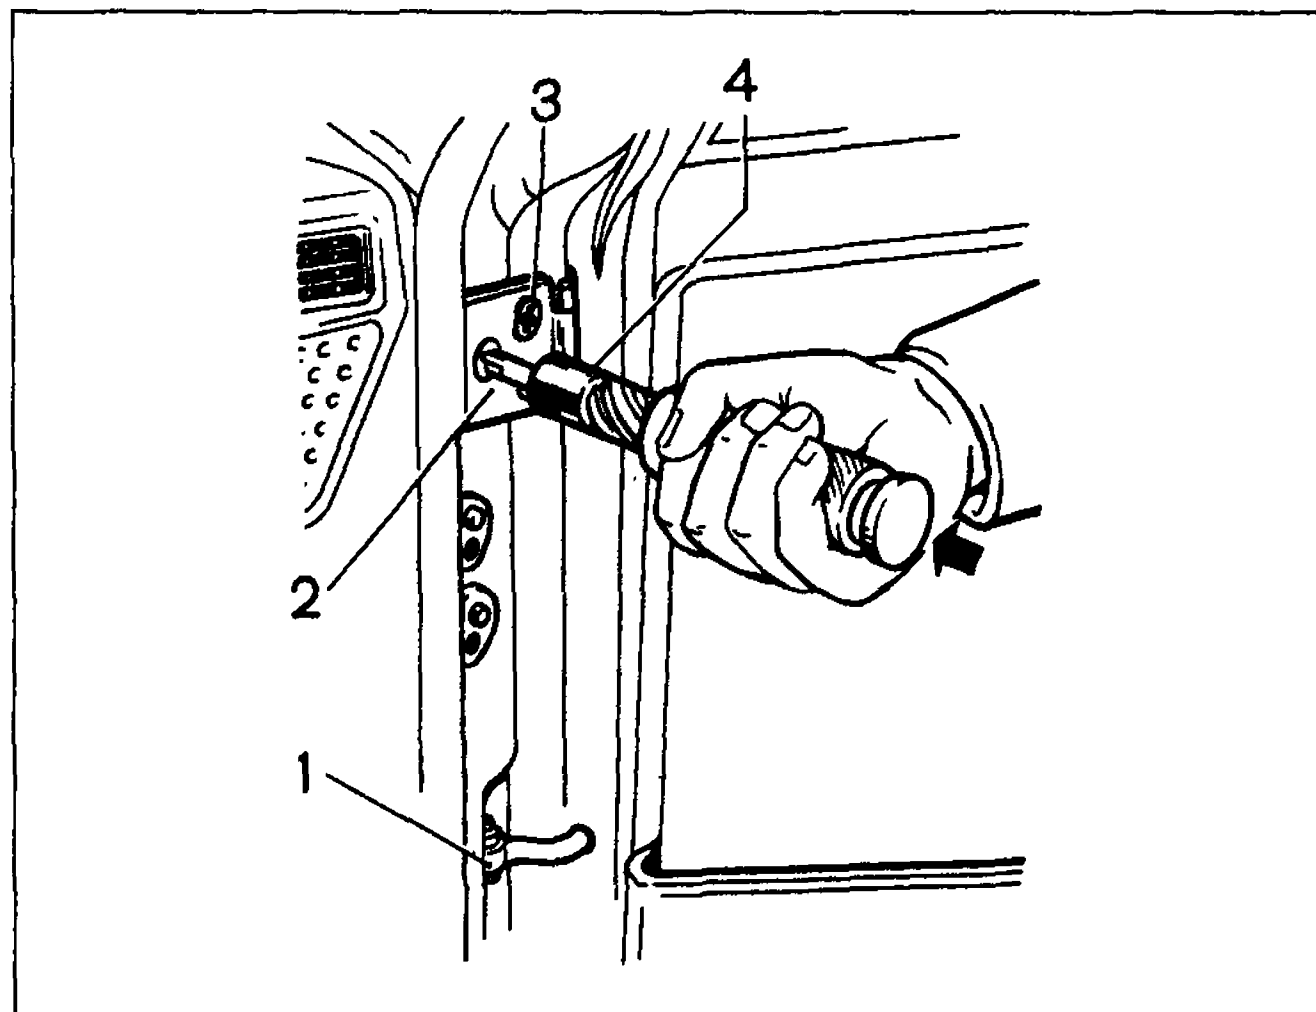

Рис. 8-1. Снятие двери:
Отсоедините ограничитель 1 (рис. 8-1) двери от стойки, выбив палец крепления.
- очертите контуры петель 2 (см. рис. 8-1) на стойке кузова;